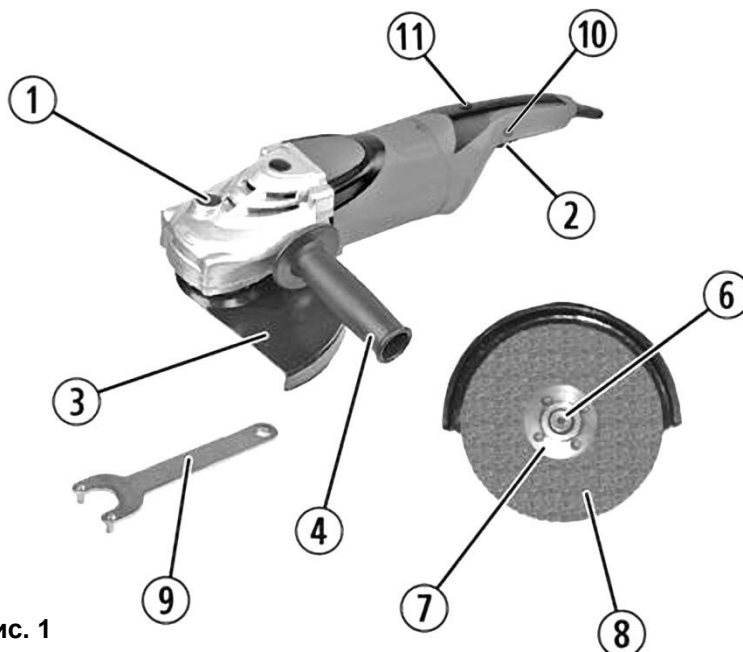

Рис. 1
- Удерживая нажатой кнопку фиксации шпинделя (1)(См. Рис.1), установите внутренний фланец (5) на шпиндель (6)(См. Рис.2).
- Установите новый, исправный отрезной или шлифовальный круг (8).
- Отпустите фиксатор шпинделя (1)(См. Рис.1) .
- Удерживая нажатой кнопку фиксации шпинделя (1)(См. Рис.1), отверните наружную фланцевую гайку (7)(См. Рис.2), идущим в комплекте фланцевым ключом (9)(См. Рис.1).
- **Для включения** инструмента - нажмите на кнопку блокировки пуска (10), и, не отпуская ее, нажмите на клавишу пускового выключателя (2) (См. Рис.1). Переведите ее в положение «ВКЛ» (ON).
- **Для выключения** инструмента - отпустите клавишу пускового выключателя (2) (См. Рис.1). Переведите ее в положение «ВЫКЛ» (OFF).
- Регулятор частоты вращения (11)(См. Рис.1) применяется для того, чтобы установить требуемую частоту вращения: от 4000 до 8000 об/мин. Таким образом, скорость может быть подобрана соответственно обрабатываемому материалу.
- Вращение колеса регулятора (11)(См. Рис.1) изменяет частоту вращения.